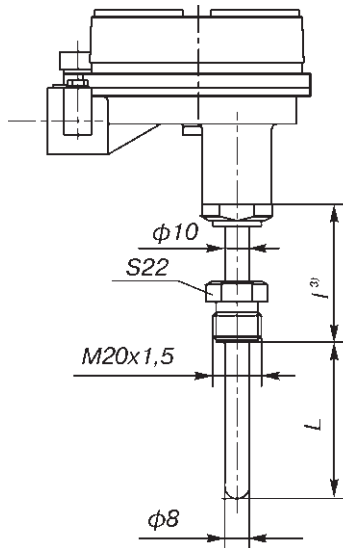

Рис. 24. (ост.см.рис.7), (штуцер подвижный)
- ³⁾ L=120, 160, 200 мм (см. ссылку ¹⁾) для ТХАУ Метран-271-Exd по рис.24.
L=80 мм для ТСМУ Метран-274-Exd, ТСПУ Метран-276-Exd по рис.24.
24¹⁾ по рис.24